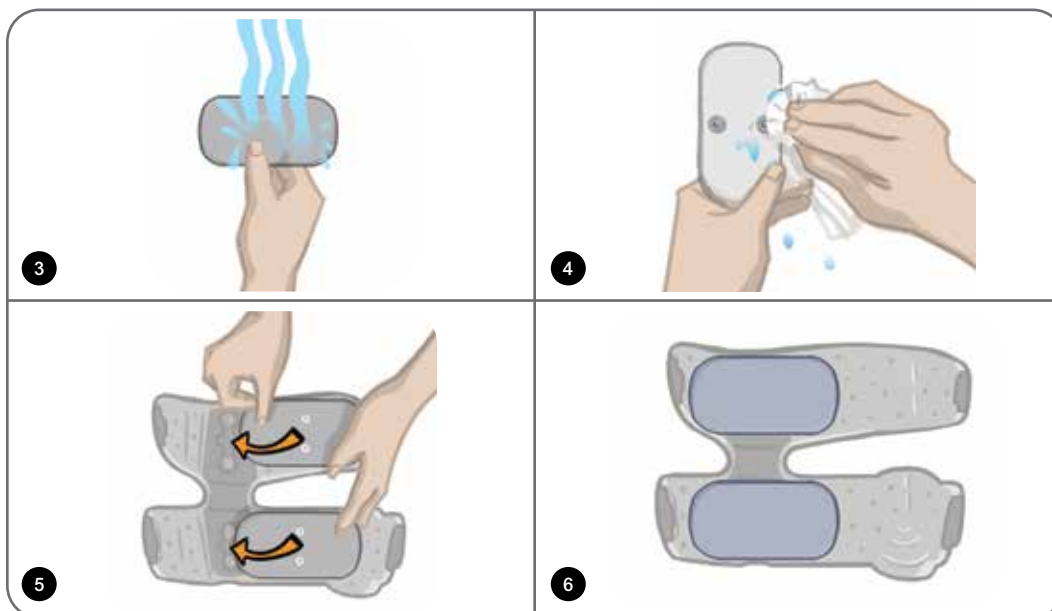

Bild 11-11: Byta lårtýgelektroderna
**Så här sätter du tillbaka lårtýgelektroderna (se bild 11-11):**